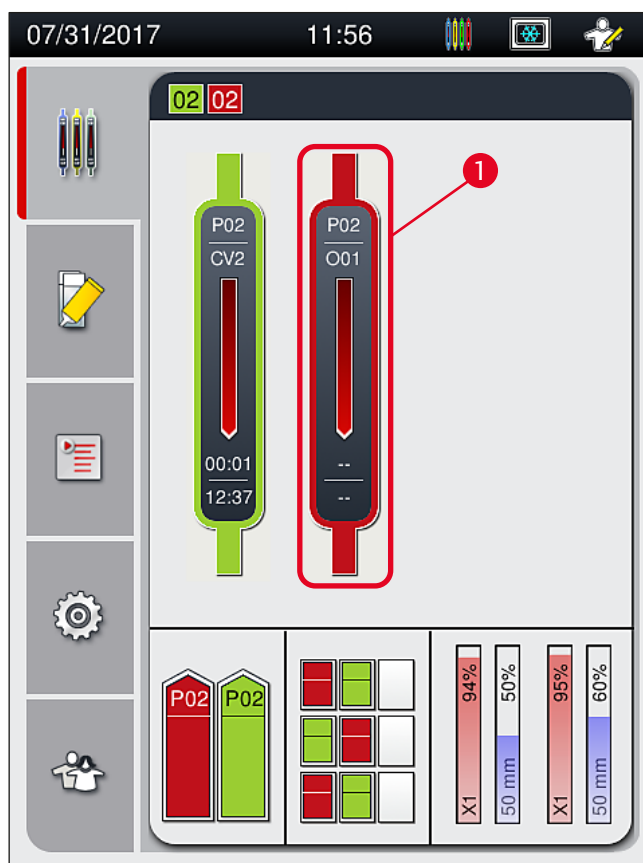
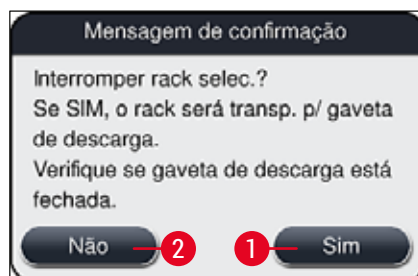

Fig. 78
Fig. 80
- ① As operações de aplicação de lamínula somente podem ser canceladas usando o monitor de status de processo (→ Fig. 78).
Após pressionar o botão **Interromper rack** (→ Fig. 79-1), surge uma mensagem de informações (→ Fig. 80). Confirme o cancelamento com o botão **Sim** (→ Fig. 80-1) ou pressione **Não** (→ Fig. 80-2) para retornar ao monitor de status de processo (→ Fig. 78).